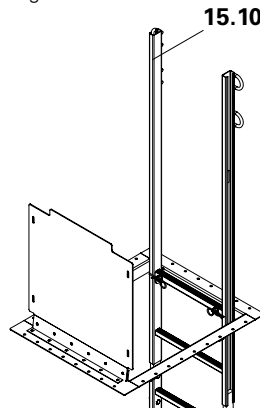

Fig. B1.51b
2. Colgar el peldaño superior o el segundo de la trampilla y asegurar con grupillas. (Fig. B1.51b + B1.51c)